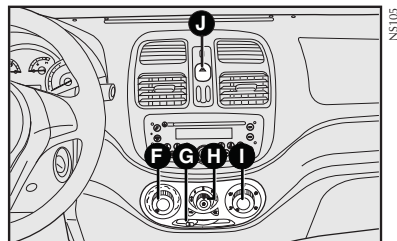

fig. 57
**F-fig. 57** - Seletor de temperatura do ar (se disponível)
**G-fig. 57** - Cursor para ligar a função de recirculação do ar
**H-fig. 57** - Seletor para ligar/desligar ar-condicionado (se disponível)
**I-fig. 57** - Seletor para distribuição do ar
**J-fig. 57** - Botão com indicação de função para ligar/desligar as luzes de emergência.